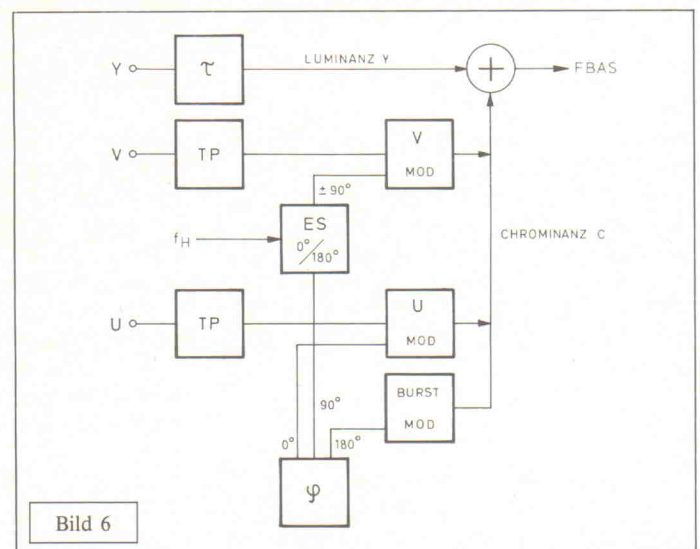

Bild 6
In Bild 6 erkennen wir den in der letzten Folge skizzierten Farbmodulator. Hinzu kommt lediglich ein elektronischer Schalter (ES), der dem V-Signal für jede Zeile abwechselnd entweder die Phasenlage 90° oder 270° zuordnet. Der V-Zeiger springt also nach jeder Zeile um 180° . Daher kommt auch die Bezeichnung PAL = Phase Alternating Line. Und wieder wird über eine Verzögerungslei-